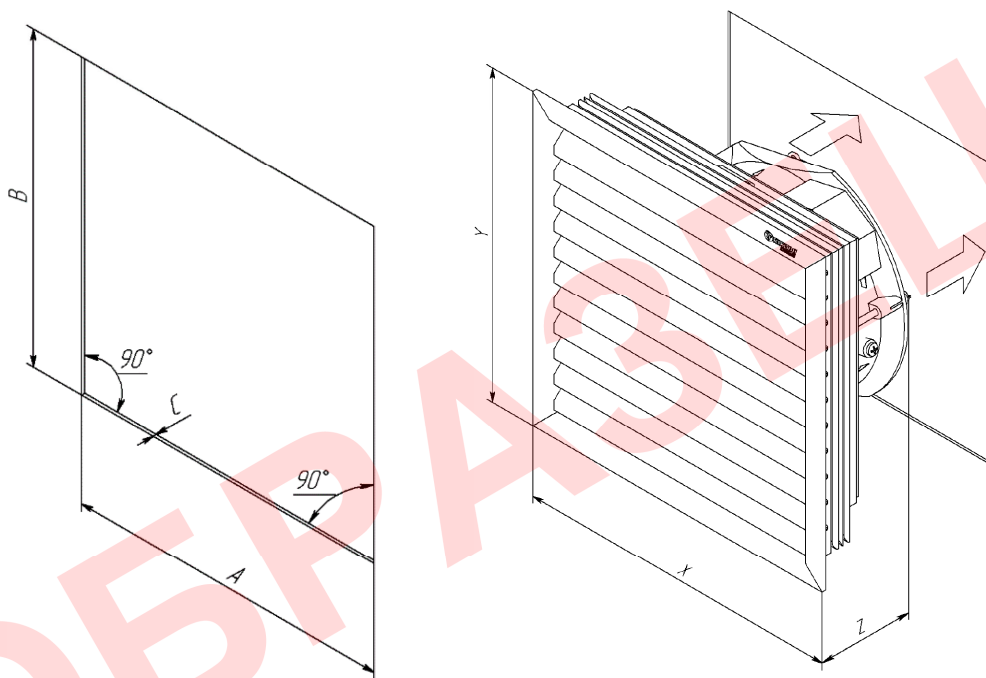

Рисунок 1 – Монтажный вырез и габаритные размеры ВТШ
1. Выполнить монтажный вырез (рисунок 1), и установить в него ВТШ.